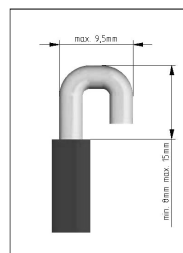

Figura 16
**Atenção:** para condutores com bitola menor que 16 mm2 o condutor deve ser dobrado conforme Figura 16.